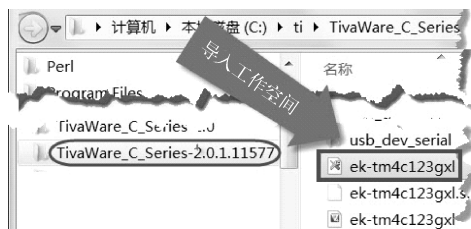

图 3-3 导入 IAREK-TM4C123GXL 工作空间
2) 在 C:\ti\TivaWare_C_Series-2.0.1.11577\examples\boards\EK-TM4C123GXL 目录下, 导入 IAR EK-TM4C123GXL 工作空间, 如图 3-3 所示。